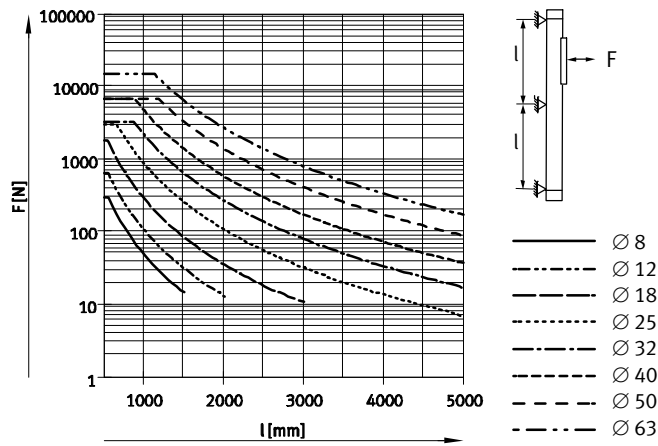

Fig. 6 Distancias requeridas entre soportes en función de la posición de montaje
- Tenga en cuenta el peso del DGC. Según la ejecución, el DGC puede pesar más de 150 kg. Para el transporte, las cintas transportadoras deben colocarse respetando las distancias entre apoyos permitidas (distancias entre apoyos → Fig. 6).
- Utilice las distancias entre soportes (l) para las fijaciones para perfil MUC → Fig. 6.